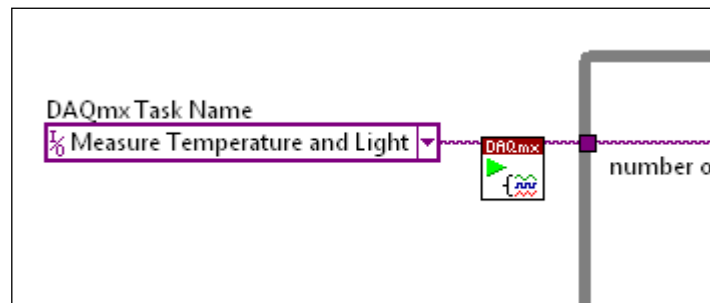

Figura 15. Substitua os VIs de configuração e os parâmetros da entrada pela constante Task Name do DAQmx.
- h. Conecte a tarefa da saída do **DAQmx Task Name Constant** à entrada do **Task / Channels In** do VI DAQmx Start Task conforme ilustrado na figura 15.